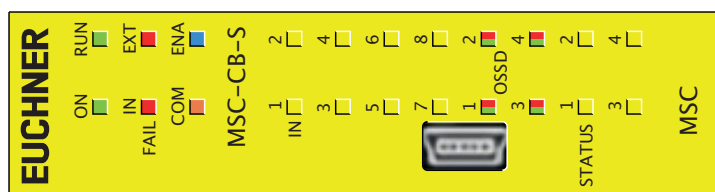

Figure 14 :
8.3.2. Module de base MSC-CB-S (Figure 14)